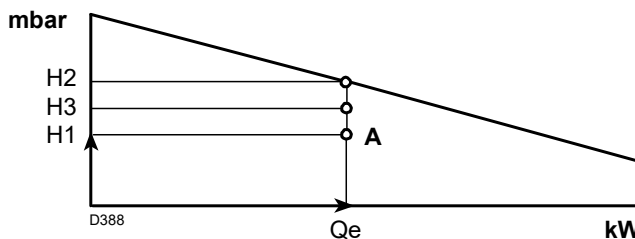

Fig. 3
- 4 Trazar una vertical desde el punto A)(Fig. 3), y buscar la máxima presión H2 del campo de trabajo.
Si H3 es mayor que H1)(Fig. 3), el quemador puede erogarse el caudal requerido.